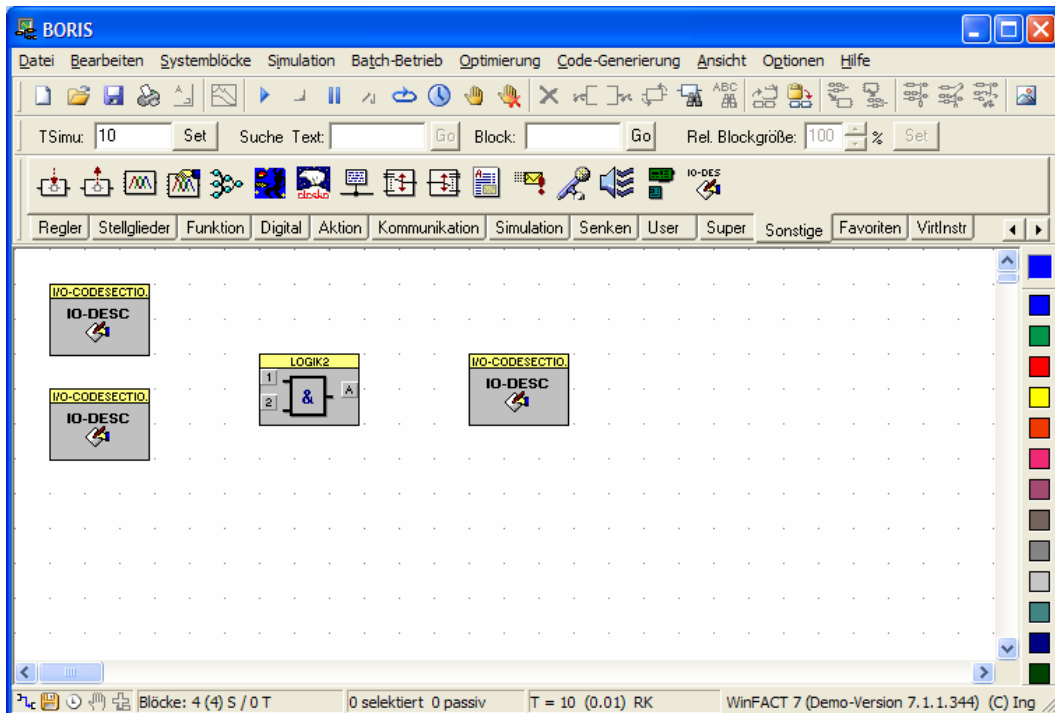

Abbildung 10 BORIS nach Einfügen aller Blöcke
- 4) Fügen Sie links vom Logikgatter-Block zwei *I/O-Code-Abschnitt*-Blöcke ein, rechts davon einen. Ihr BORIS-Arbeitsblatt sollte nun Abbildung 10 entsprechen.